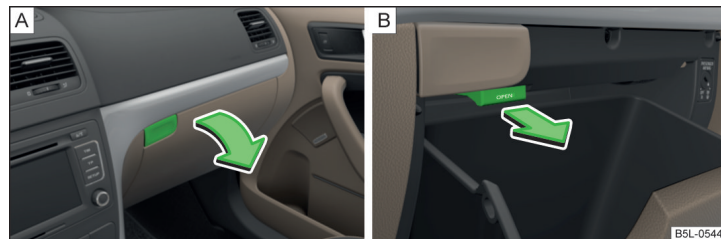

Fig. 86 Abrir el compartimento guardaobjetos / Abrir la entrada de aire
» Pulse la tecla » fig. 86 - A.
- La entrada de aire se abre tirando de la palanca en sentido de la flecha hasta el tope » fig. 86 - [8].